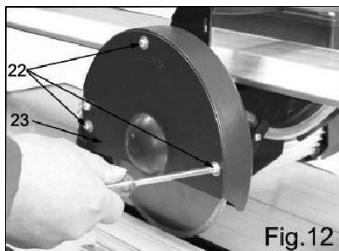

Fig.12
- Снять крышку кожуха режущего диска (23, Рис.12), ослабив три винта (22, Рис.12)